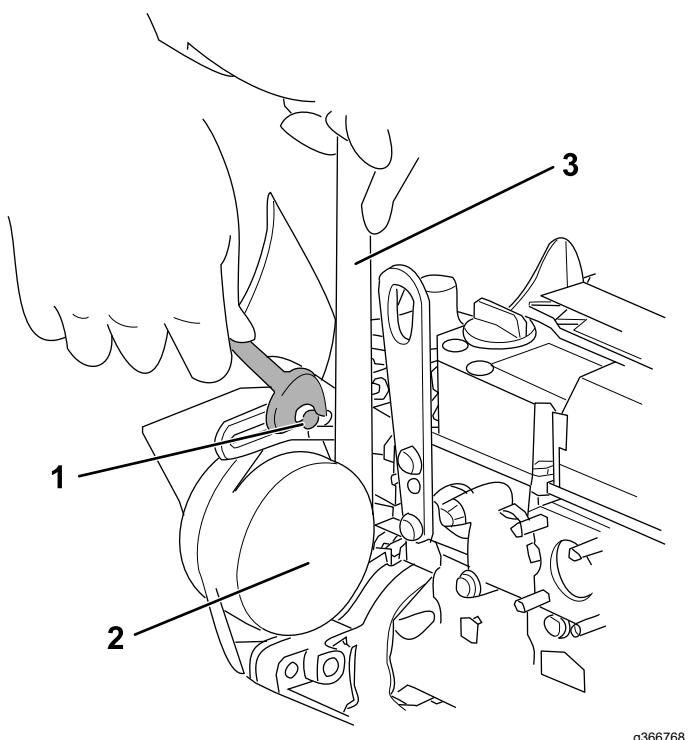

Bild 102
- Lösen Sie die Einstellschrauben und -muttern und verschieben Sie dann die Riemscheibe mit einem Schraubenschlüssel, um den Riemen auf die richtige Spannung zu bringen (Bild 102).
- Ziehen Sie die Einstellschrauben und -muttern fest (Bild 102).